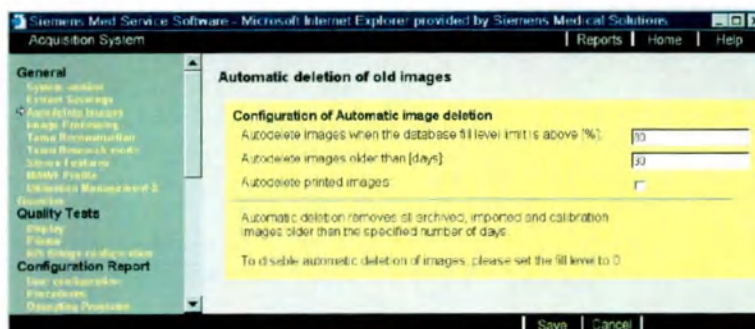

Рисунок 2. Рентгенографическая система
- и возраст всех изображений превышает заданный срок хранения (см. рисунок 2, где это значение составляет 30 дней)
- возраст всех изображений превышает заданный срок хранения (см. рисунок 2, где это значение составляет 30 дней) и
- Изображения калибровки и пары изображений удаляются, если их возраст превышает заданный срок хранения (см. рисунок 2, где это значение составляет 30 дней) и отсутствует пометка защиты ("Prot" в окне **Patient Browser** (браузер пациентов)).
- 6 По умолчанию для настройки конфигурации автоудаления напечатанных изображений задано значение NO (Нет) (см. рисунок 2), то есть напечатанные изображения по умолчанию не удаляются.